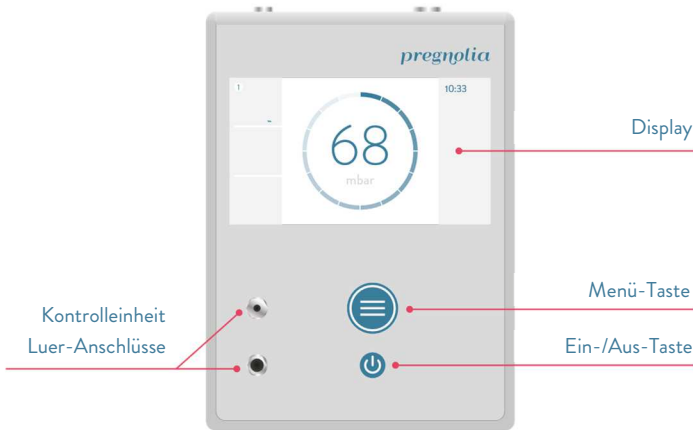

ABBILDUNG 13: Vorderseite der Kontrolleinheitkonsole.
- 5) Verbinden Sie den *Verbindungsschlauch* mit den Luer-Anschlüssen der *Kontrolleinheitkonsole* (ABBILDUNG 13).
- 6) Schalten Sie die *Kontrolleinheitkonsole* mit der Ein/Aus-Taste ein (ABBILDUNG 13). Ein Audiosignal ertönt³.